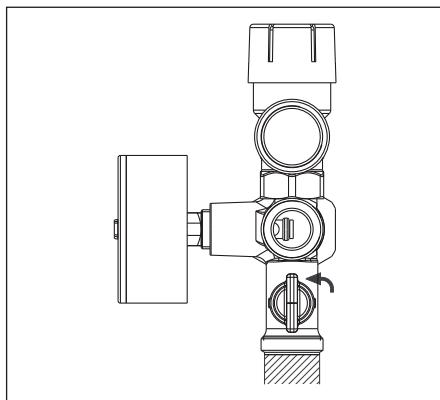

Fig. 6.16 Valvola a sfera di scarico gruppo di sicurezza
- Aprire la valvola a sfera sul gruppo di sicurezza con una rotazione di 90° in senso antiorario (posizione verticale, fig. 6.16).